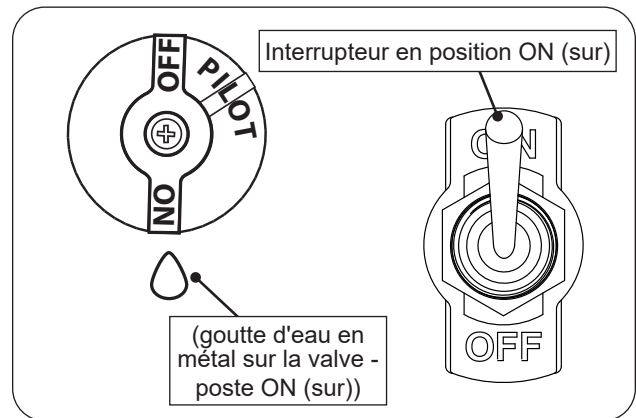

Fig. 56-1 Manual lighting
1. Assurez-vous que la veilleuse brûle. Tournez le bouton de commande dans le sens antihoraire ↺ sur **ON** (sur) (voir Fig. 56-1).
2. Basculez l'interrupteur à bascule sur **ON** (sur) pour allumer le brûleur (voir Fig. 56-1).